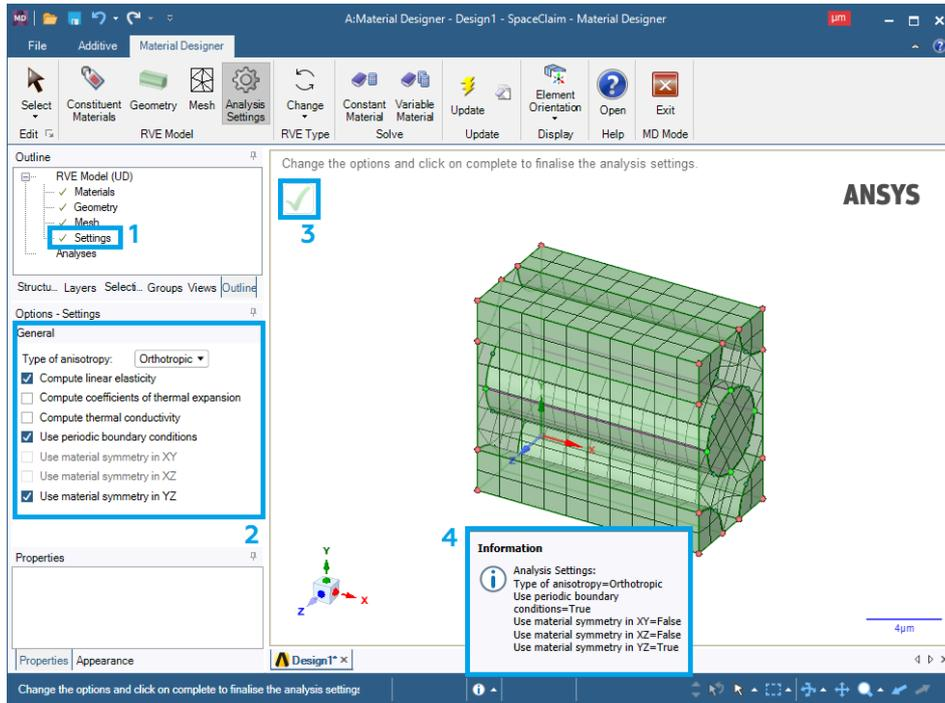

Рис. 8. Выбор характеристик частицы
8. Нажимаем ЛКМ на **Settings** (1). На панели слева (2) можно выставить интересующие настройки анализа объемного элемента (рис. 8), но в нашем случае они остаются без изменения. Нажимаем на галочку (3) и видим системное окно, предупреждающее о результатах проведенного анализа (4).